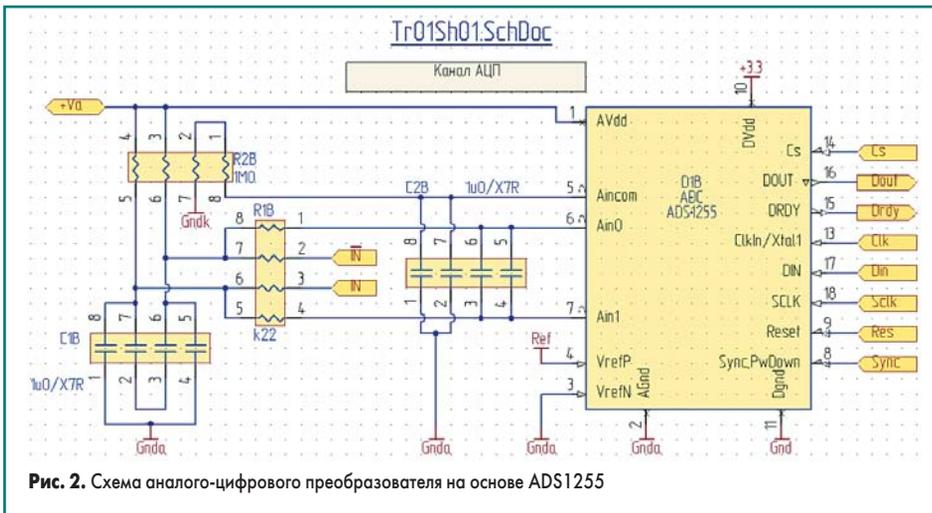

Рис. 2. Схема аналого-цифрового преобразователя на основе ADS1255
Схема, выбранная для примера, приведена на рис. 2. Здесь представлена реализация схемы аналого-цифрового преобразователя на основе ADS1255 (<http://focus.ti.com/docs/prod/folders/print/ads1255.html>). Данная схема не имеет самостоятельного применения и используется в составе других устройств. Однако это не мешает использовать ее в качестве примера. Более того, в дальнейшем мы используем ее при построении схемы многоканального АЦП.
4. Начнем заполнение первой строки листа Excel для идентичных компонентов **C1B** и **C2B** схемы (рис. 2). Для этого: